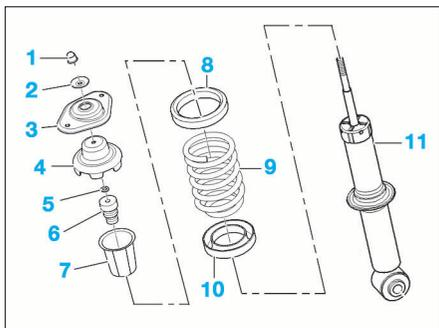

FIG. 24
- l'écrou de tige d'amortisseur (1) (Fig.24) tout en maintenant la tige à l'aide d'une clé Allen.